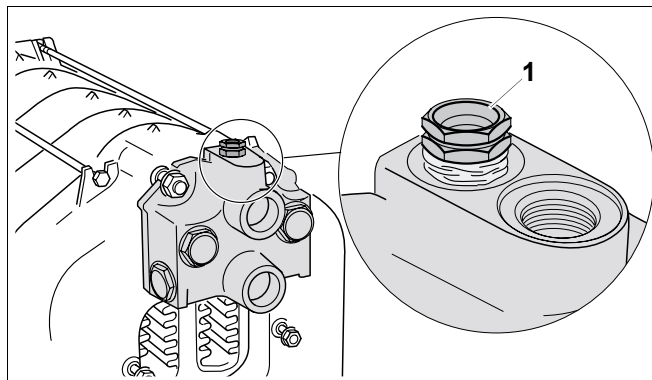

Рис. 23 Установка гильзы для датчиков
- Заглушить подающую и обратную линии (воздушник установить на фитинге Rp  $\frac{3}{4}$  (→ рис. 23).